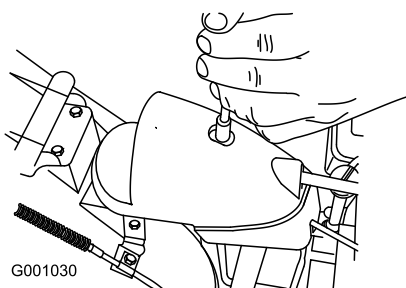

Figure 41
- Retirez la fixation du couvercle du secteur denté (Figure 41), soulevez l'avant du couvercle et faites-le coulisser en arrière de façon à l'écarter.